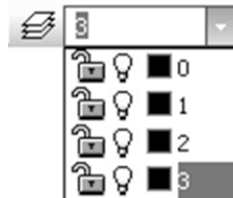

Рис. 49. Активизация слоя *Оси*
10. Сделайте активным второй слой (*оси*) (рис. 49).